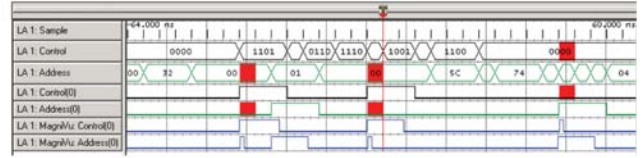

图 12. Control(0)和 Address(0)信号线，其中 MagniVu 显示了由于串扰造成的毛刺
现在重点检查 Control (0) 上标出的第二个毛刺。使用 MagniVu 高分辨率定时功能检查其余两个标有毛刺的信号线：Control (0) 和 Address (0)。图 12 表明，由于 MagniVu 波形正以更高的分辨率(20 ps) 检查信号，因此能够识别这两个信号线上更窄的毛刺。请注意，在这两个信号线上毛刺和一个脉冲是同时发生的。这通常表明两个信号之间发生了串扰，但是您需要从另一个角度仔细观察以进行确认。进行到步骤 IV 时，可以发现更多信息。